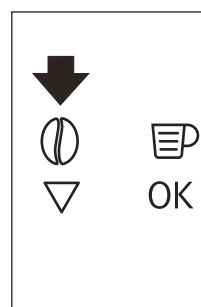

Fig. 15
- Après avoir utilisé la machine avec du café prémoulu, pour revenir à la préparation de café avec des grains, désactiver la fonction de café prémoulu en appuyant sur la touche tactile ☉ (B4) (Fig. 15).